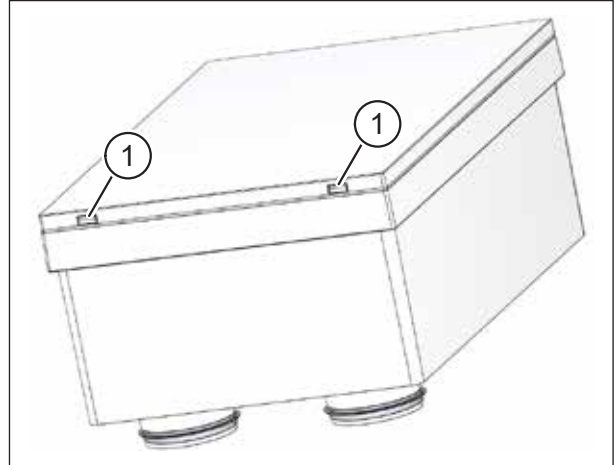

Abb. 32: Gerätedeckel vom Lüftungsgerät abnehmen
- ▶ Drücken Sie mit beiden Daumen auf die beiden Rasthaken (Pos. 1 in Abb. 32) an der Unterseite des Lüftungsgerätes. Der Gerätedeckel löst sich.